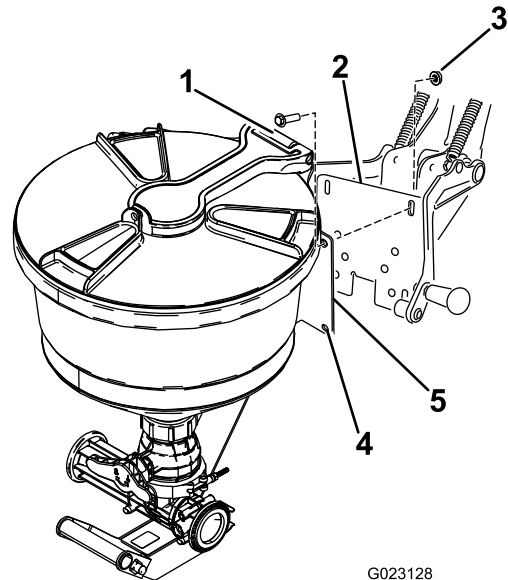

Figura 12
1. Allineate i fori della piastra di appoggio del nebulizzatore con le scanalature nel telaio di supporto della base (Figura 12).